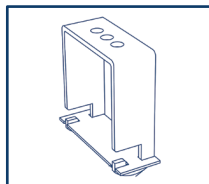

Fig.3
- Oppure 2 o più staffe con piastrine a seconda della larghezza della tenda (Fig.3)